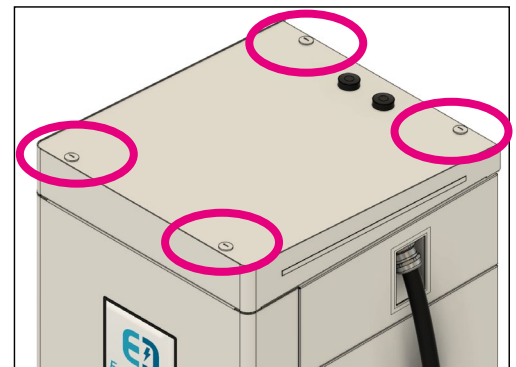

Abb. 14: Verschraubung Kopfbereich
- Mutter lösen und Dichtstopfen inklusive Dichtung entfernen: siehe Abb. 14.
- Dichtstopfen mit Dichtung anbringen und mit Mutter montieren: siehe Abb. 14.